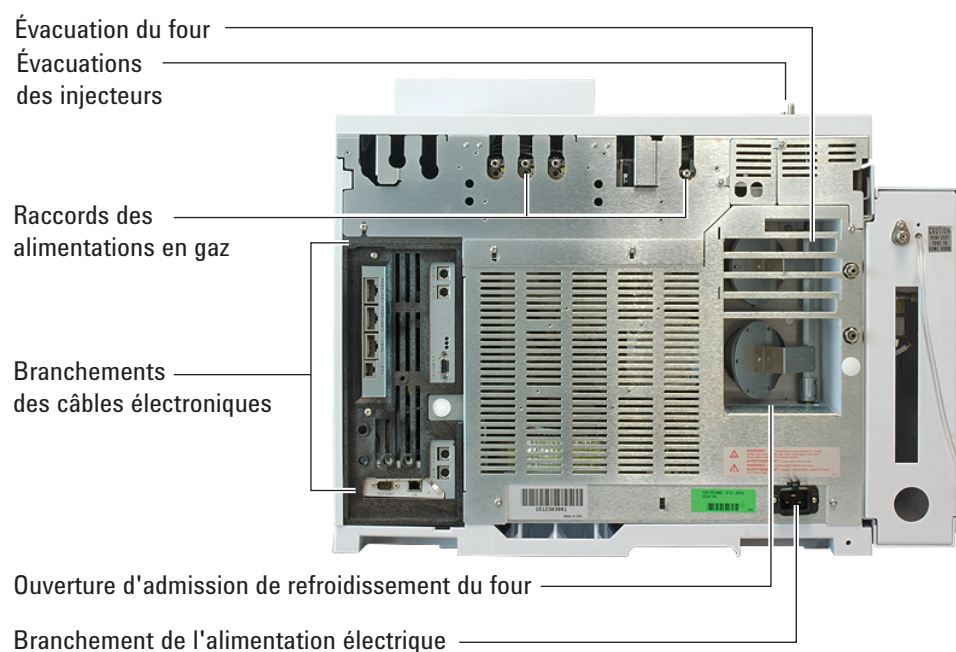

Figure 2 Arrière du CPG 7890B
- 1 Repérez l'étiquette d'alimentation à proximité du connecteur du cordon d'alimentation à l'arrière du CPG. (Voir Figure 2) Comparez les paramètres d'alimentation de l'instrument avec la tension de ligne du laboratoire. Voir «Consommation» ci-dessous.